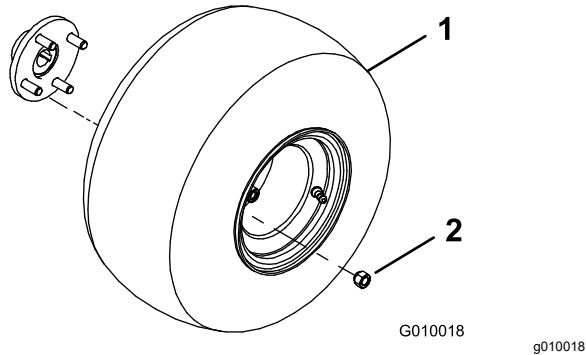

図 4
2. ラグナット 4 個を使用して、後ホイールハブそれぞれにホイールアセンブリを取り付ける **図 4**。